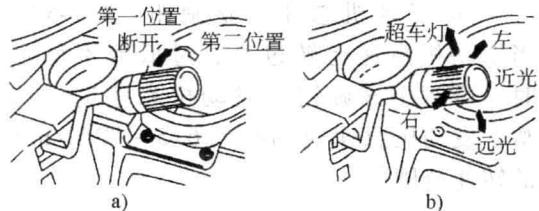

图 1-3 灯光复合开关操作方法
③ 灯光复合开关。本开关是前小灯、后小灯、前照灯、仪表灯、牌照灯、超车灯及变光、转向信号灯开关的组合。位于转向盘右下方，操纵方法如图 1-3 所示。